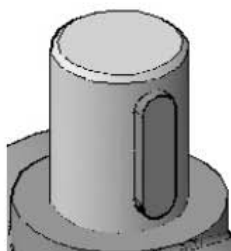

Рис. 12.57. Шпонка вставлена в паз в пробке
9. В итоге шпонка займет нужное положение (рис. 12.57).